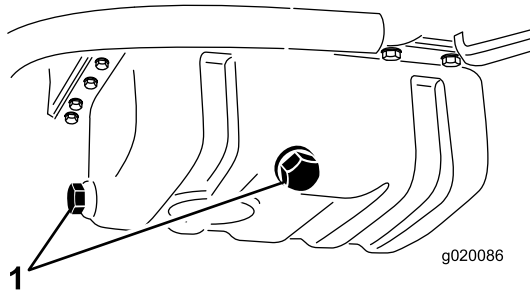

Bild 51
2. Entfernen Sie eine der Ablassschrauben (Bild 51) und lassen Sie das Öl in die Auffangwanne ab. Schrauben Sie die Ablassschraube wieder ein, nachdem das Öl abgelassen ist.